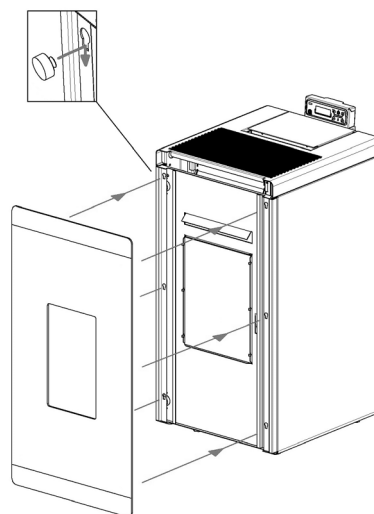

Fig. 42 - Sæt glasset på
- Sæt glasset på metaldøren: Sæt skruenhovederne fast på dørens huller (se **Fig. 42**).